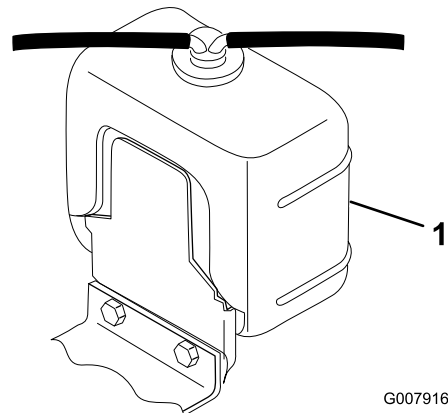

Figura 68
Togliete il tappo del radiatore e il tappo del serbatoio di espansione con cautela (Figura 68).
2. Controllate il livello di refrigerante nel radiatore e nel serbatoio di espansione (Figura 68).